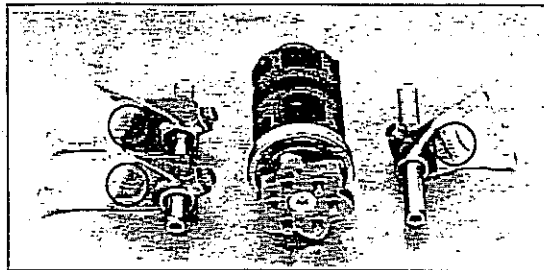
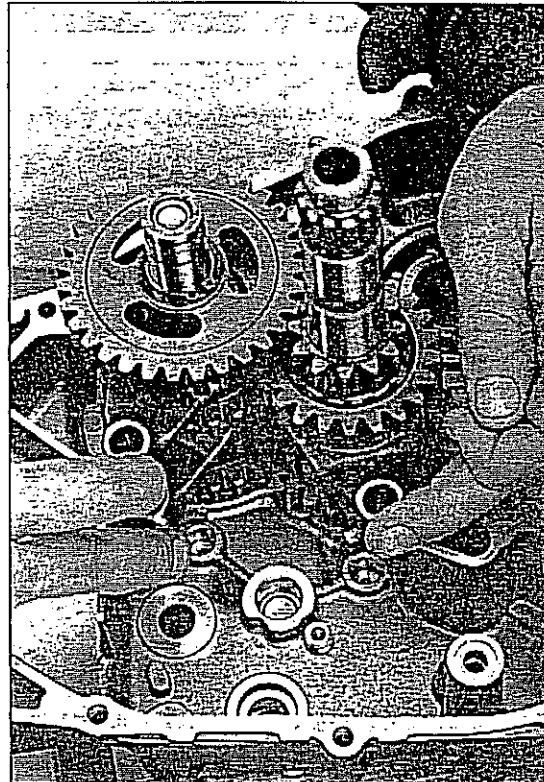

Bild 213
Bild 214
- Anordnung der Schaltgabeln siehe Bild 213. Schaltgabeln wie in Bild 214 gezeigt einsetzen. Schaltwalze einsetzen, Gabeln in Nuten einspuren und Wellen der Gabeln einsetzen, siehe 215.